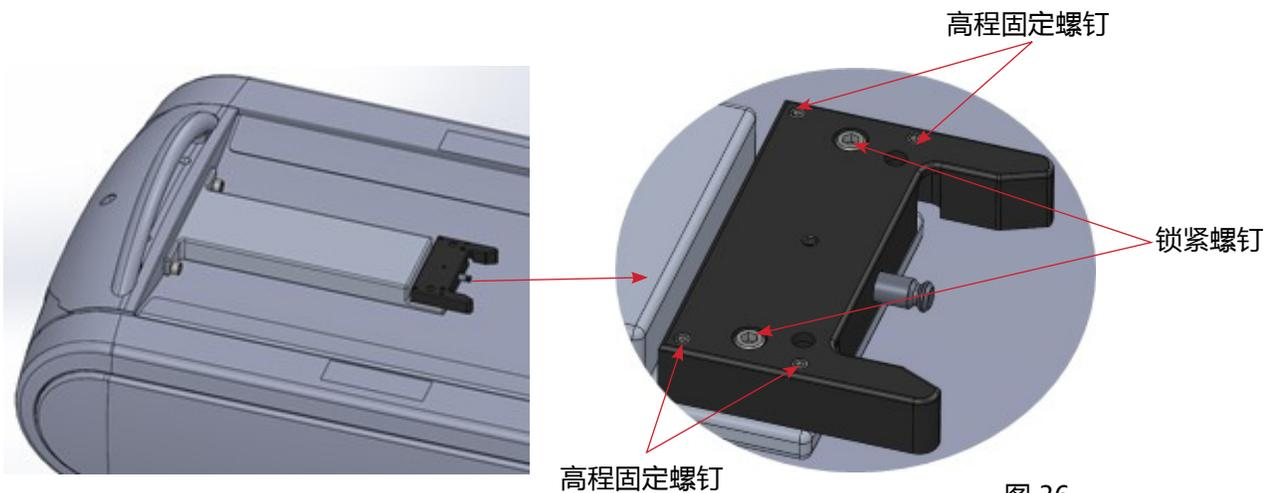

图 36
2. 使用 (2) ¼-20 螺钉和 (4) 固定螺钉安装碰锁安装块(图 36)。